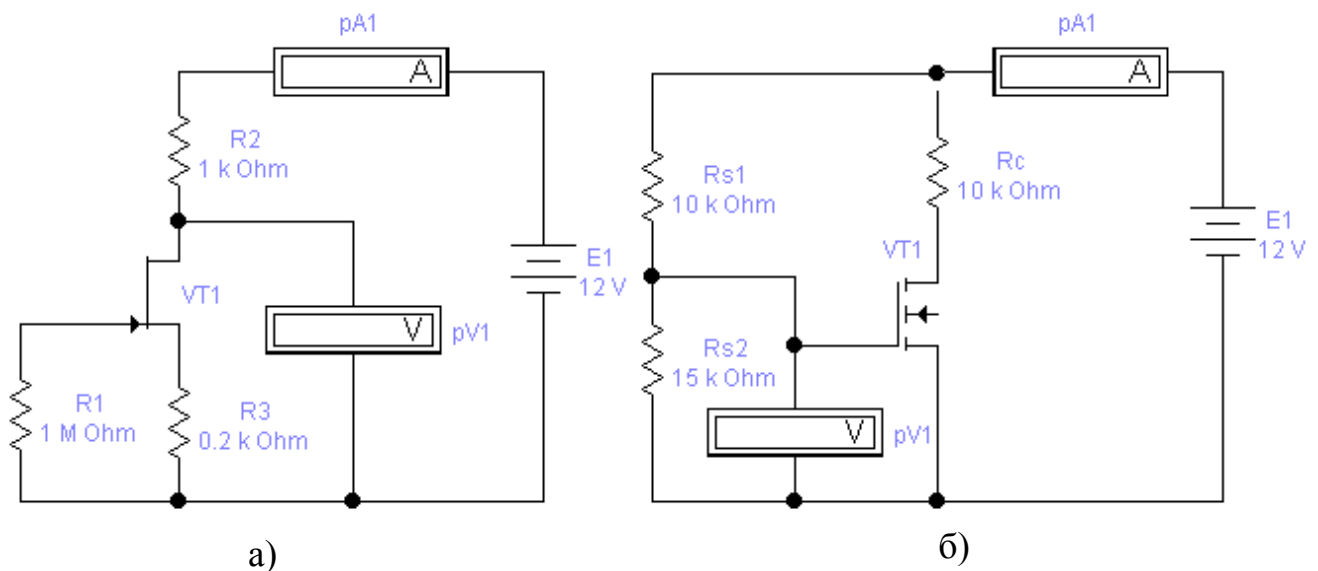

Рисунок 6.5 - Схеми дослідження найпростіших підсилювальних каскадів на польових транзисторах
20. Набрати схему найпростішого підсилювача на польовому транзисторі (рисунок 6.5,а).
23. Набрати схему найпростішого підсилювача на польовому транзисторі (рисунок 6.5, б).